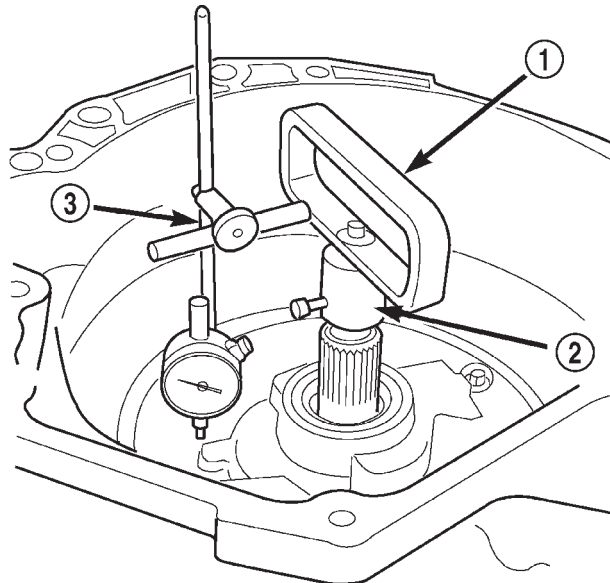

Fig. 60 Medición del juego longitudinal del eje impulsor usando la herramienta del juego longitudinal 8266
- 2 - PERNOS DE FIJACION DE LA BOMBA (7)
(20) Coloque la herramienta como se muestra en la (Fig. 60) para medir el juego longitudinal del eje impulsor. **El juego longitudinal del eje impulsor debería estar entre 0,19 y 1,50 mm (0,008 y 0,060 pulg.).**